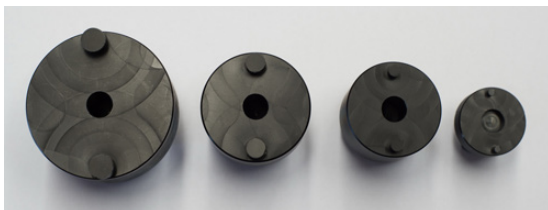

Abbildung 3a: AV-Werkzeuge
Jede Verderair Pure-Pumpe wird mit einem AV-Werkzeug (Air Valve, Luftventil) (Abbildung 3a) ausgeliefert. Dieses Werkzeug verfügt auf der einen Seite über Stifte zum Zerlegen des Luftventils (27), während die andere Seite verwendet werden kann, um den äußeren Teil des Luftventils aus dem Mittelgehäuse zu schieben.